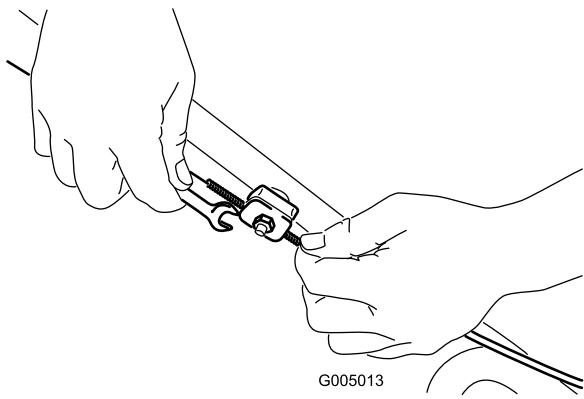

Figura 24
- Afloje la tuerca del soporte del cable (Figura 24).